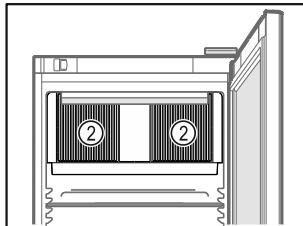

Fig. 60
- Mbani të lira kanalet e ajrimit Fig. 60 (2) të ventilatorit të qarkullimit të ajrit në hapësirën e brendshme.